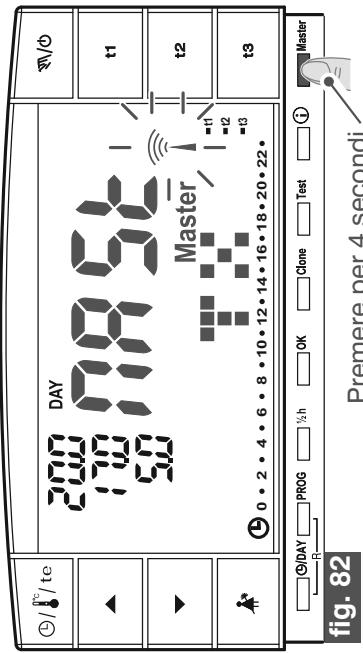

fig. 82
- premere il tasto **Master per 4 secondi**, sul display apparirà la scritta “**MAST**” (esempio in fig. 82).
• premere il tasto **Master per 4 secondi**, sul display apparirà la scritta “**MAST**” (esempio in fig. 82).